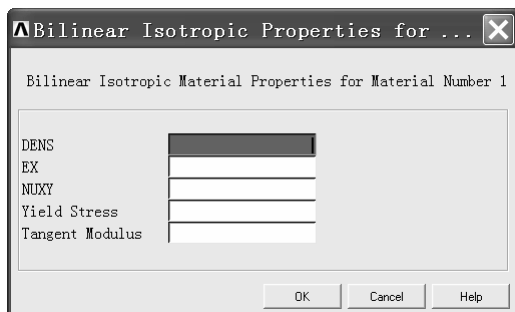

图 3-165 “Bilinear Isotropic Properties for ...” 窗口
(2) 单击“Define Material Model Behavior”窗口中右方框中的“LS-DYNA”文件夹, 继续单击“Nonlinear”文件夹, 再单击“Inelastic”文件夹, 再单击“Isotropic Hardening”文件夹, 最后单击“Bilinear Isotropic”, 出现“Bilinear Isotropic Properties for ...”窗口(见图 3-165)。